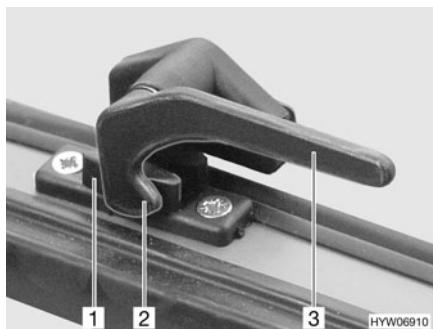

Fig. 46 Levier de verrouillage en position "Fermé"
- Tourner le levier de verrouillage (Fig. 46,3) d'un quart de tour vers le centre de la fenêtre.
- Tourner le levier de verrouillage (Fig. 46,3) d'un quart de tour vers le cadre de la fenêtre. Le tenon de verrouillage (Fig. 46,2) se trouve sur le côté intérieur du verrouillage de fenêtre (Fig. 46,1).
- En position "Fermé" (Fig. 46)